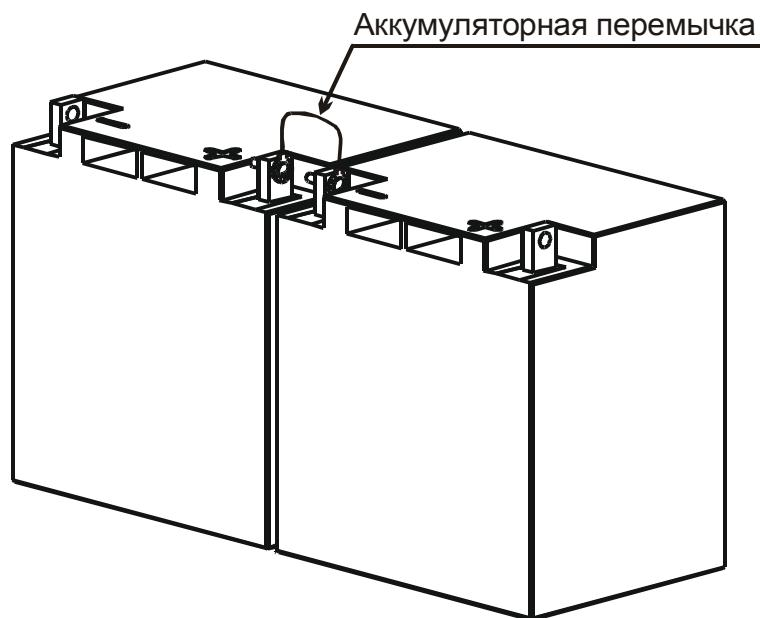

РИС.3
- соединить аккумуляторной перемычкой два аккумулятора в батарею как показано на рис.3 Приложения А;